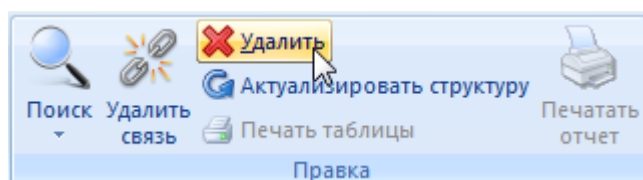

Рис. 13-207 – Кнопка «Удалить» панели «Правка»
- 3) Нажать кнопку «Удалить» панели «Правка» (рис. 13-207).